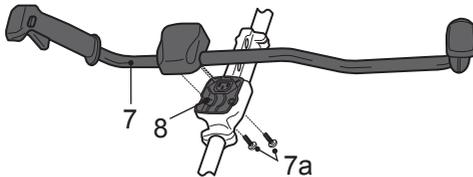

Fig. 1
- > Alignez la poignée choisie (7 ou 17) avec le support (8) situé sur la partie supérieure du tube (5) (fig. 1, 2).